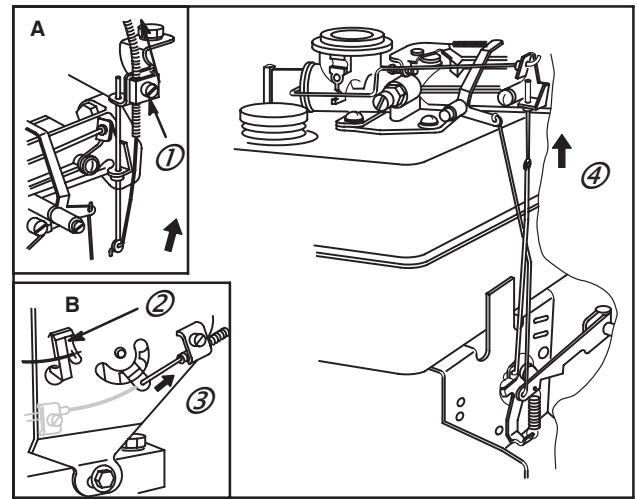

Fig. 57
Commande à distance Choke-A-Matic® montée sur le dessus du moteur laissant apparaître la fixation de la gaine (1), (vue détaillée A), le câble de direction se déplace pour fermer le volet. Commande à distance Choke-A-Matic® (vue détaillée B) laissant apparaître le sens du contact d'arrêt (2) par rapport au starter (3) et le déplacement de la tringle pour fermer le starter (4), Fig. 57.